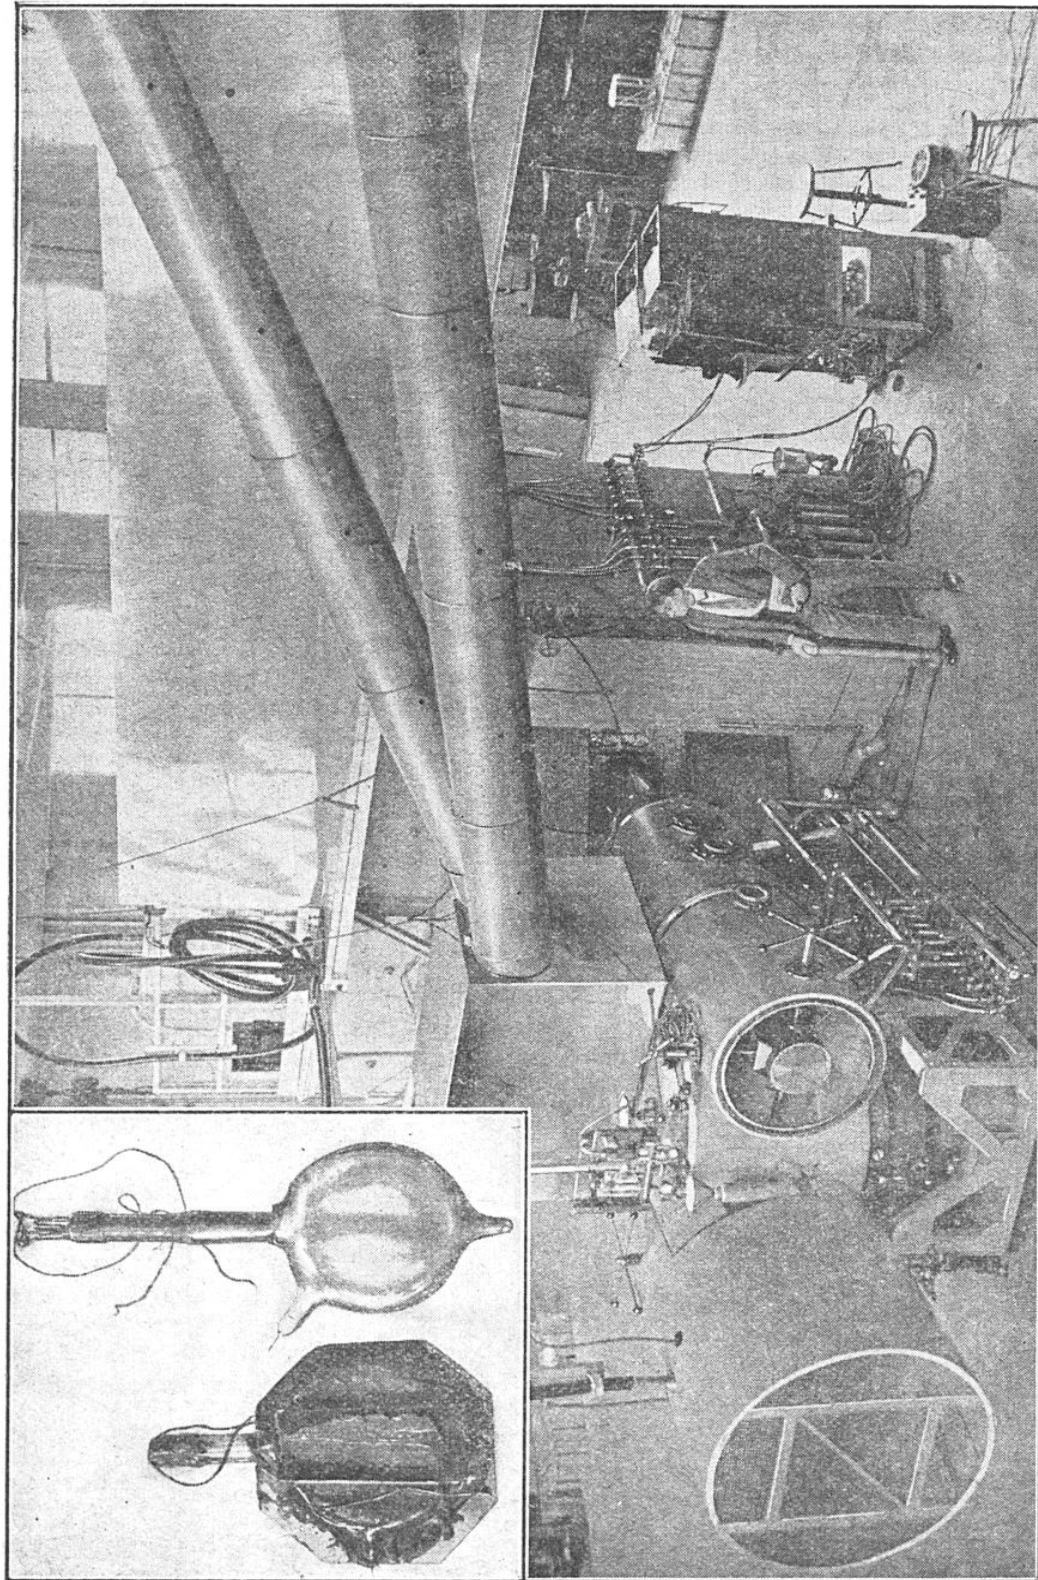

FIG. 11. — LES DEUX PREMIERS MODÈLES (EN HAUT) ET LE PLUS RÉCENT MODÈLE DE CYCLOTRON CONSTRUITS PAR LE PROFESSEUR LAWRENCE
M. Joliot a pu mettre en évidence à la chambre Wilson (voir fig. 9 et 10) la rupture d'un noyau d'uranium. La figure 11 montre l'un des fragments issus de ce cataclysme nucléaire. Il est impossible d'insister ici sur la beauté de telles démonstrations. Cela nécessiterait une description détaillée d'une bonne partie des méthodes et de l'appareillage scientifique employés en physique nucléaire et nous entraînerait loin de notre sujet. M. J. Thibaud a mis
D'autres problèmes sont aussi à l'ordre du jour. Pourquoi le plomb ou le bismuth, qui sont des isotopes de nombreux radioéléments naturels, sont-ils, eux, parfaitement stables ? Pourquoi sont-ils également rebelles à toute rupture par neutrons, alors que des éléments voisins ne le sont pas ? Le cyclotron, dont les progrès techniques sont extraordinaires (voir figure 11, le premier et le second modèles, construits en 1930, et au-dessous le modèle n° 6, réalisé en 1939, à Berkeley, Californie) permettra